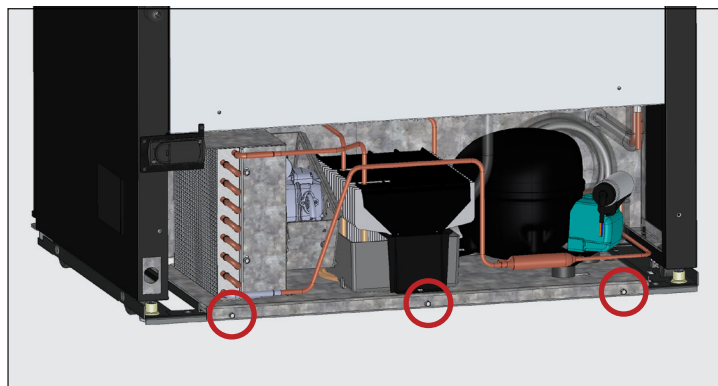

Fig. 4. Esempio di posizioni delle viti della base del condensatore. Variabili in base al modello.
5. Rimuovere i bulloni della base del condensatore. Vedere fig. 4.